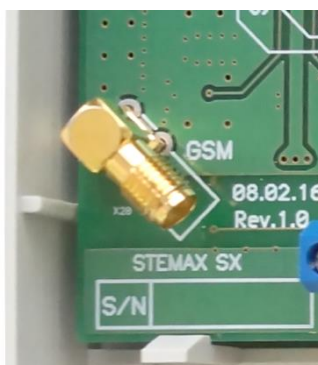

Рис. 4.3. SMA-разъем для подключения GSM-антенны
- 2) Подключите к контроллеру GSM-антенну (Рис. 4.3).